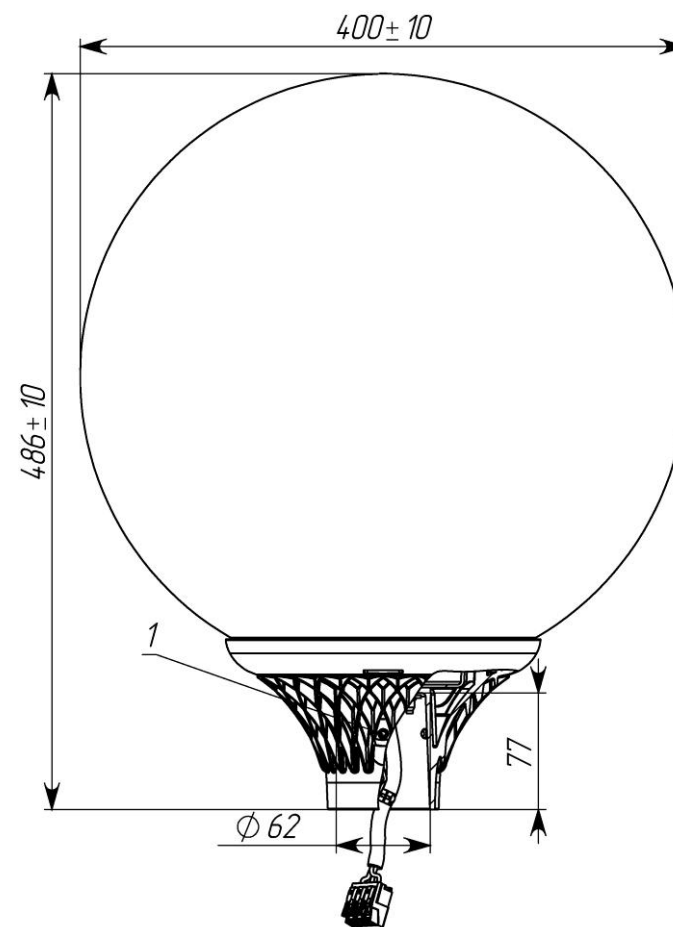

Рисунок 2
2.1 Светильники торшерные серии GALAD Шар LED-40 (Рисунок 2) предназначены для функционально-декоративного освещения парков, скверов, бульваров, зон отдыха, территорий микрорайонов, коттеджных посёлков.
5.1 Светильник устанавливают на трубу диаметром 50...60 мм и закрепляют тремя болтами М6 (поз.1 Рисунок 2) с усилием затяжки 5,9 – 9,4 Н.м.